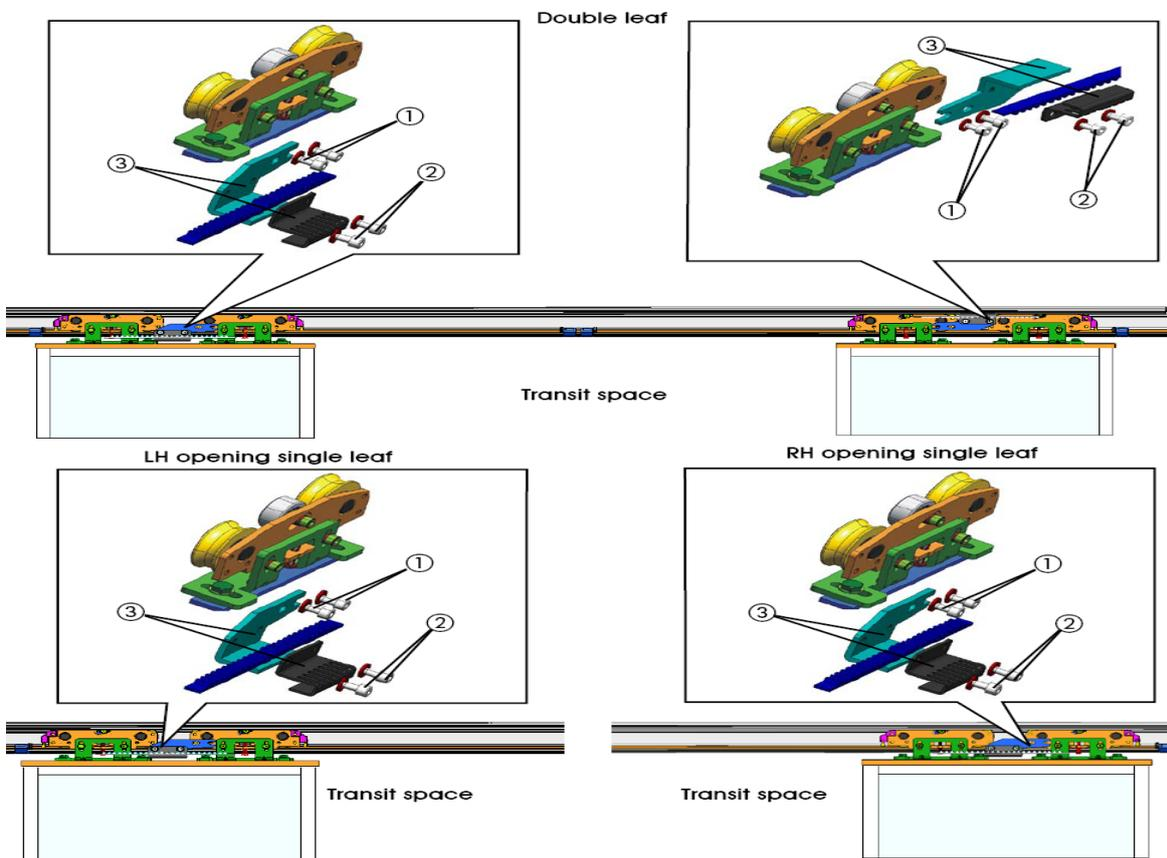

Рис. 20
Каретки устанавливаются на ремень с помощью крепежей (Рис. 20 поз. 3). Для соединения ремня необходимо завести оба его конца в крепеж задней каретки и затянуть винты. После навешивания створок выполните регулировку их положения, для этого выполните следующие действия:
- Поверните 2 пары винтов (Рис. 20 поз. 1 и 2) на каждой каретке, чтобы добиться необходимой регулировки;